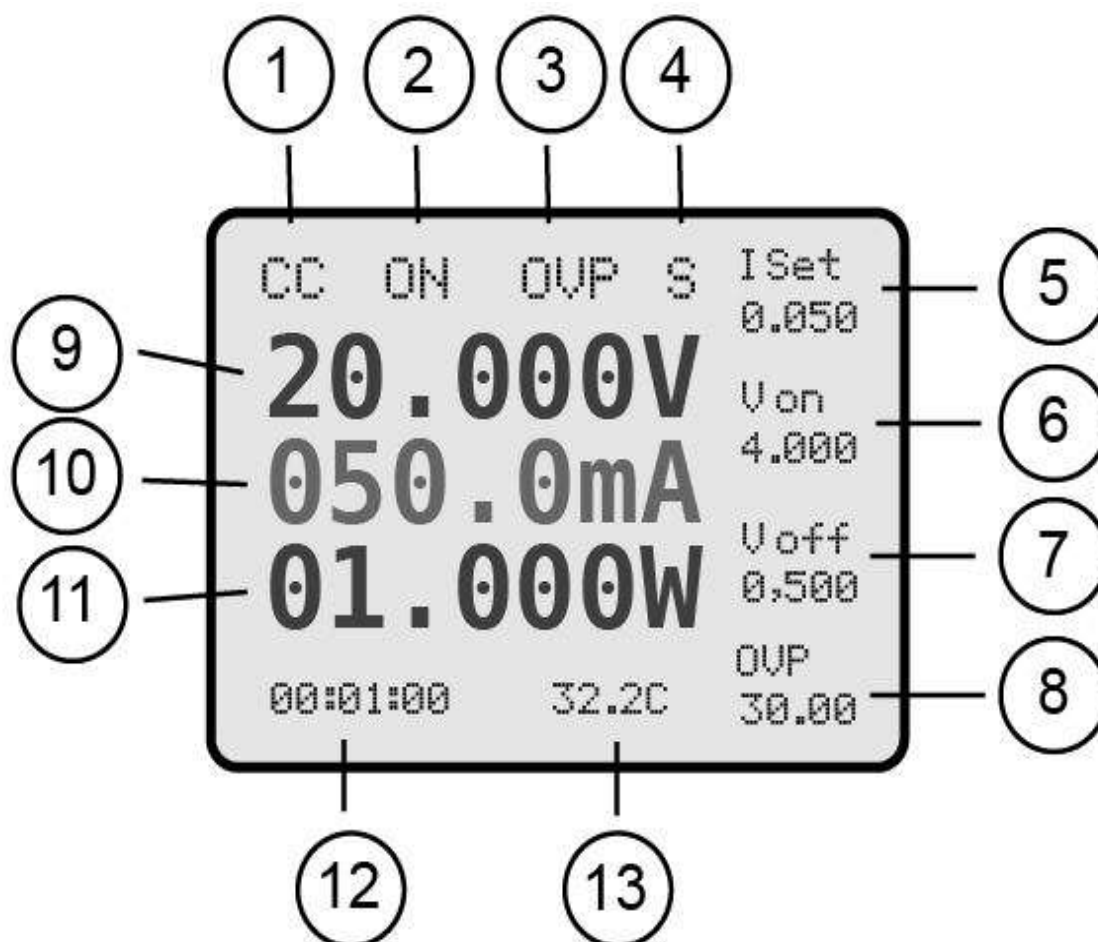

Рис. 1. Информация на дисплее в режиме CC.
Рис. 1. 1 — Кнопка питания, 2 — Разъем монитора тока, 3 — Клеммы внешнего SENS V, 4 — Клеммы DUT, 5 — Дисплей, 6 — Энкодер, 7 — Функциональные кнопки F1 - F4, 8 — Кнопка (Ok), 9 — Кнопка Меню (M), 10, 11 — Кнопки увеличения/Уменьшения параметра (перемещение по меню). 12 — Кнопка включения / выключения нагрузки ON/OFF